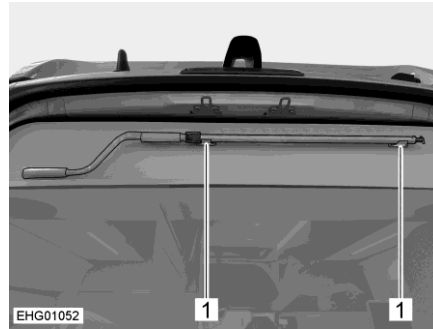

Bild 13 Kurbel in Halterung (SA)
- ▷ Die Kurbel für die Markise ist serienmäßig lose beigelegt. Als Sonderausstattung ist eine Halterung (Bild 13,1) für die Kurbel erhältlich.